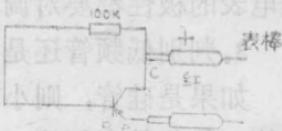

图4—5 用万用表测晶体管放大能力
b. 要知道晶体管的放大能力，可测量共发射极电流放大系数 β (主要参数之一)，简单的方法如图4—5所示，用万用表欧姆挡，正棒接集电极，负棒接发射极(先断开电阻)。一般阻值应大于50千欧，然后并上100K电阻，使基极得到一个偏流，这时电表读数下降到5~10千欧，前后两次阻值相差越大，说明晶体管放大性能越好，如果接入100K电阻后，阻值变化很小，说明放大能力很差，如果 I_{CEO} 很大的管子接入时，指针不是停止不动，而向阻值较大或较小的方向偏移，如果检查NPN型管方法同上，只是将表棒对调一下，在出售无线电零件的专业商